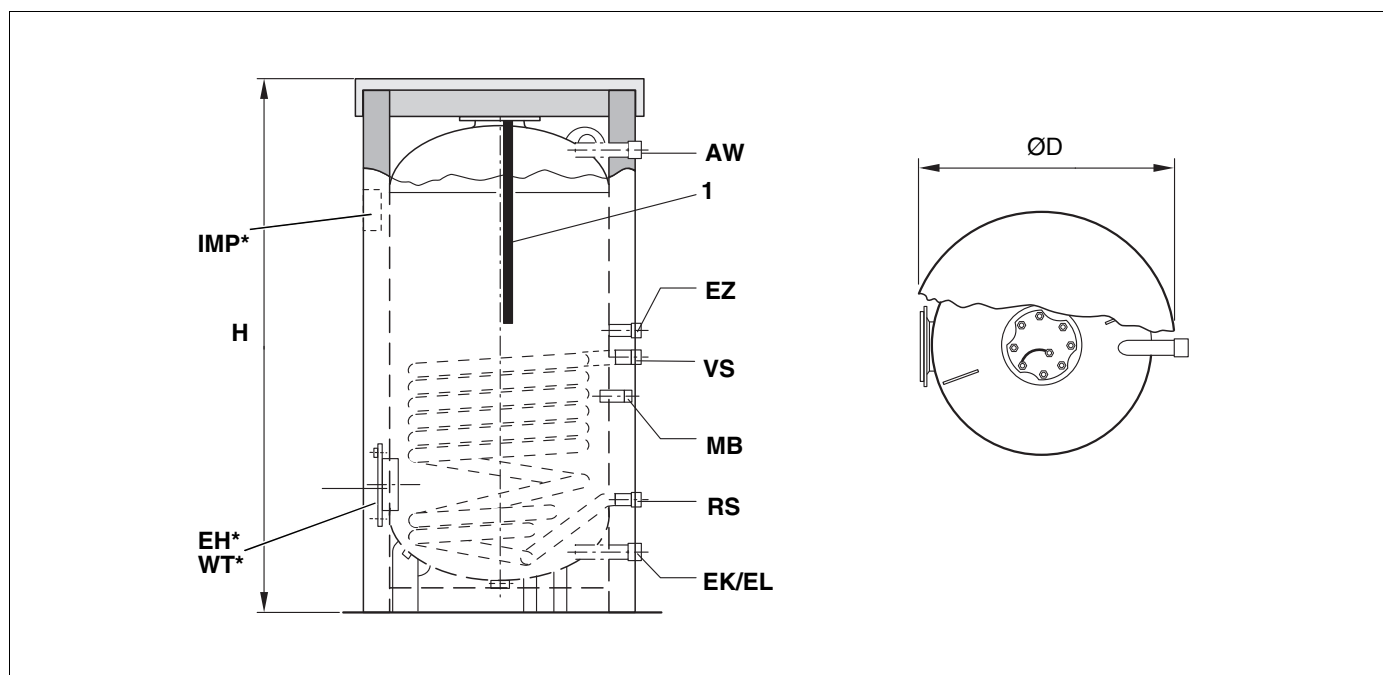

Fig. 2 Dimensiuni și racorduri
- Montați senzorul în teaca de imersie (MB) pe partea dorsală a rezervorului (Fig. 2, pagina 4).